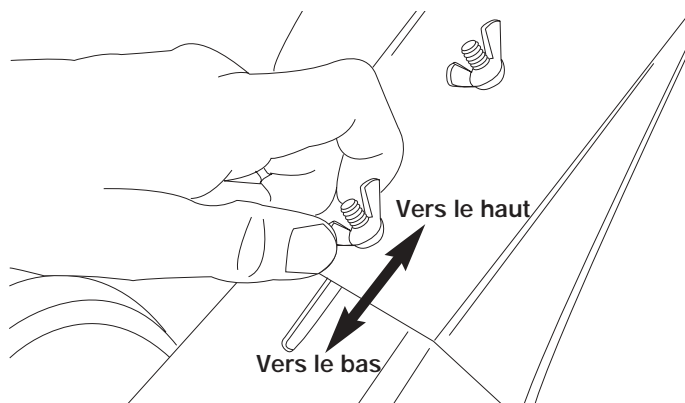

Figure 18
2. Desserrez (sans les retirer) les deux écrous papillon du protecteur des dents (Fig. 18).